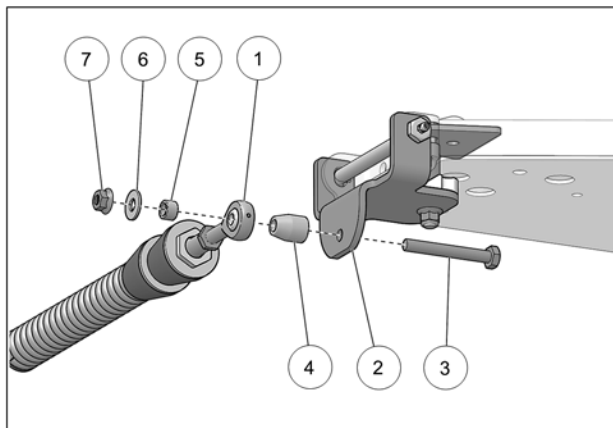

Fig. 11
10. Fixer le bras stabilisateur (1) à l'ancrage de suspension (2) à l'aide du boulon (3), de l'espaceur long (4), de l'espaceur court (5), de la rondelle (6) et de l'écrou autobloquant (7). Serrer à un couple de 70 N•m [52 lb•pi]. Voir la Fig. 11